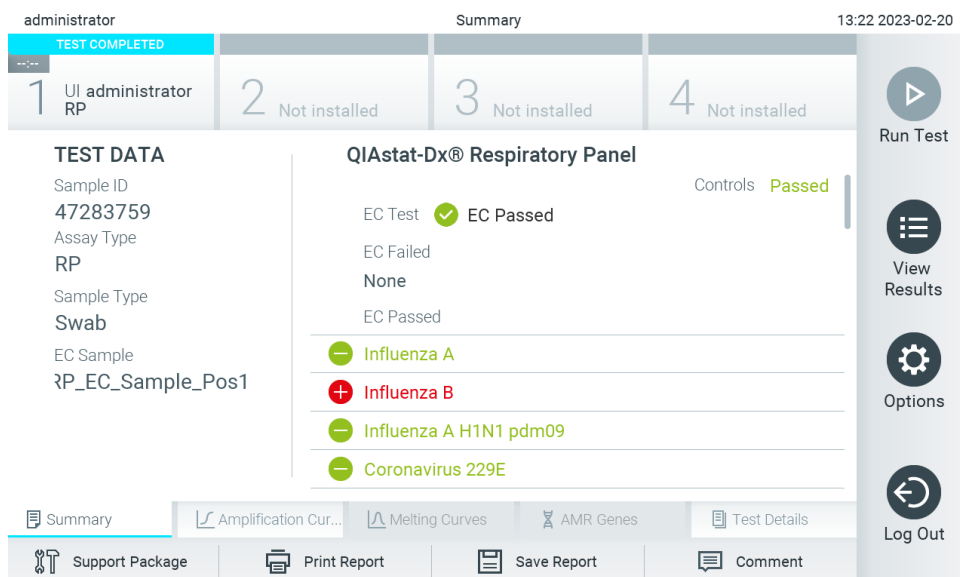

Abbildung 100. Bildschirm Summary (Zusammenfassung) mit EC-Ergebnissen.
12. Nachdem die QIAstat-Dx Assay-Kartusche ausgeworfen wurde, erscheint der Bildschirm Summary (Zusammenfassung) der Ergebnisse (Abbildung 100). Weitere Informationen finden Sie in Abschnitt 8.3.